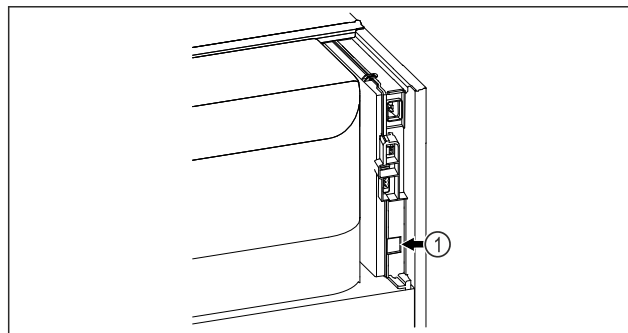

Fig. 83
- SmartModule Fig. 83 (1) è inserito.